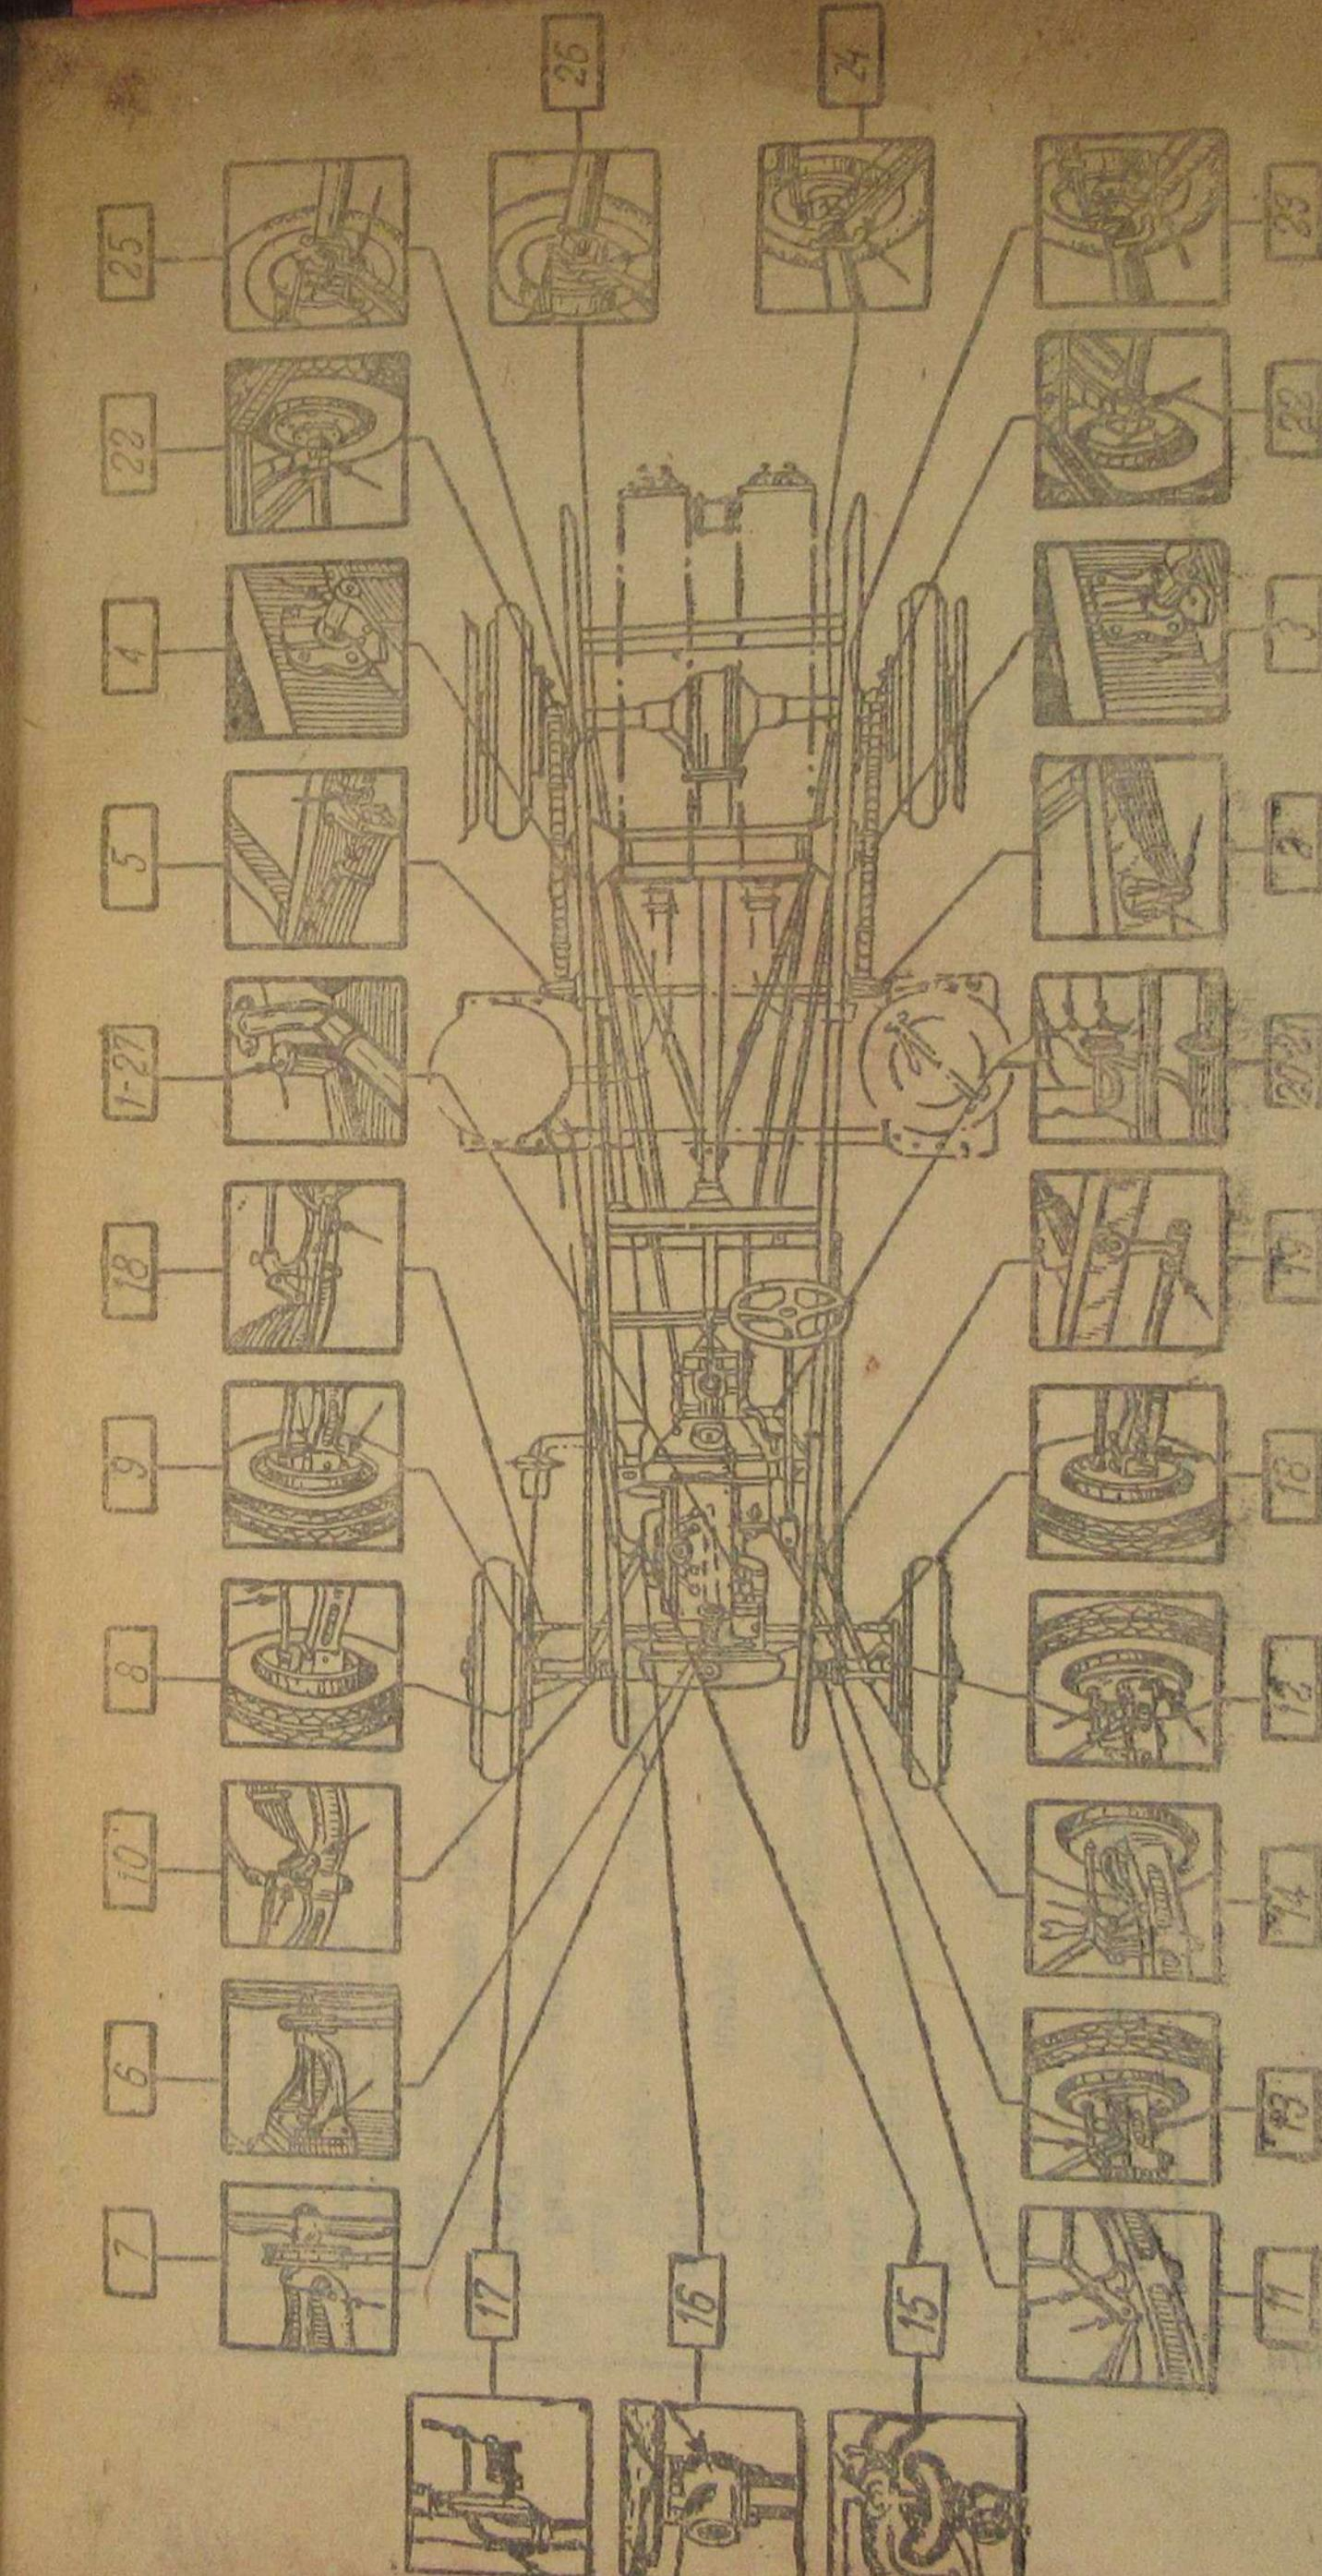

Рис. 15
6. Первая смазка автомобиля (см. карту рис. 15)